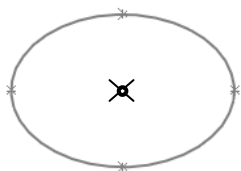

图 3.33.7 草图 3
Step7. 创建图 3.33.7 所示的草图 3。选择下拉菜单 **插入(I)** → **草图绘制**，选取基准面 2 作为草图基准面，绘制图 3.33.7 所示的草图 3。